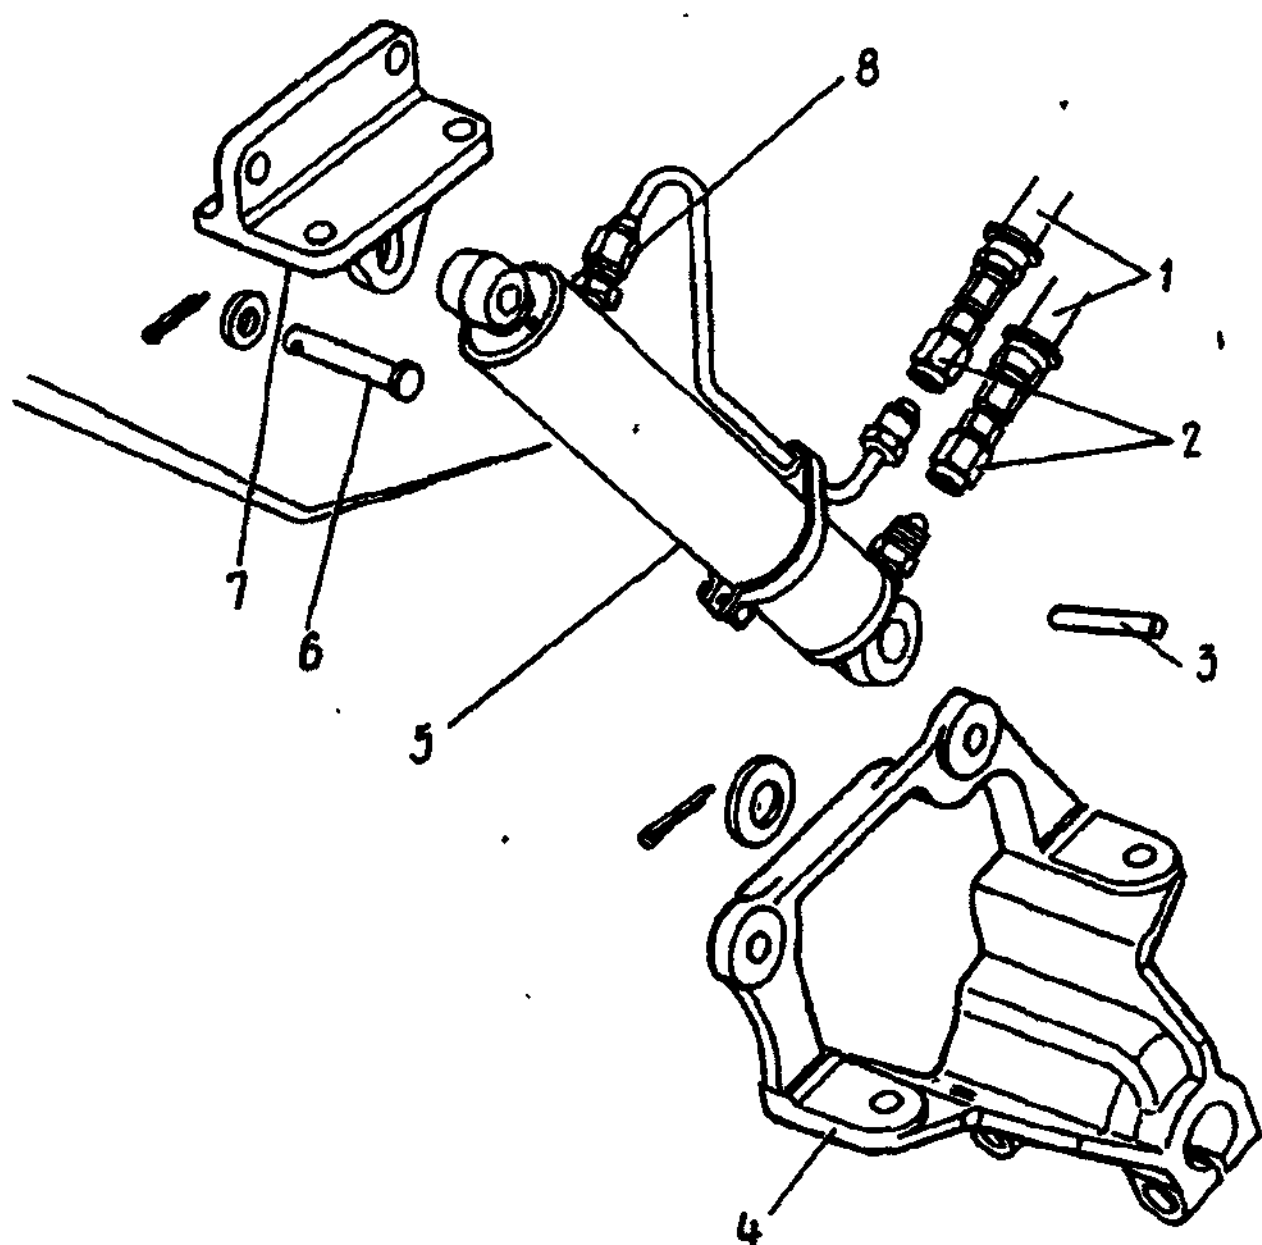

Рис. 66. Гидроцилиндр механизма опрокидывания кабины:
2. Отверните накидные гайки 2 (рис. 66) и отсоедините шланги 1 от цилиндра 5. Установите в шланги пробки	Ключи 19, 22 мм, посуда для жидкости, пробки